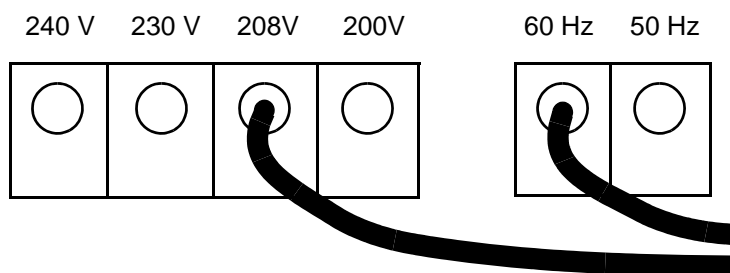

Figure 1: Configuration du ballast
3. Voir Figure 1. Vérifiez que le plus long des fils noirs est raccordé au bornier de sélection de tension. Déplacez-le sur la borne correcte si il n'est pas sur la valeur du secteur. Si la valeur exacte du secteur n'est pas indiquée sur le bornier, utilisez la borne dont la tension est juste au-dessus du secteur (exemple : pour une tension de 220 V, utilisez la borne 230 V).